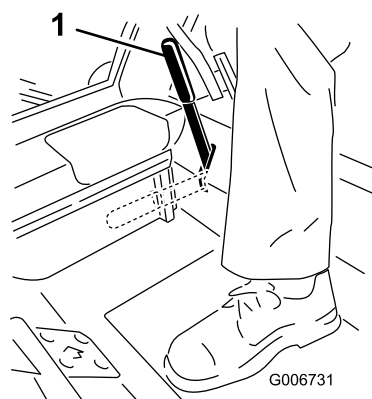

Figura 41
2. Tire de la palanca del freno de estacionamiento hacia arriba y hacia atrás para poner dicho freno (Figura 41). La palanca del freno de estacionamiento debe permanecer firmemente en esa posición.
Empuje hacia adelante y hacia abajo la palanca del freno de estacionamiento para quitar dicho freno (Figura 41).